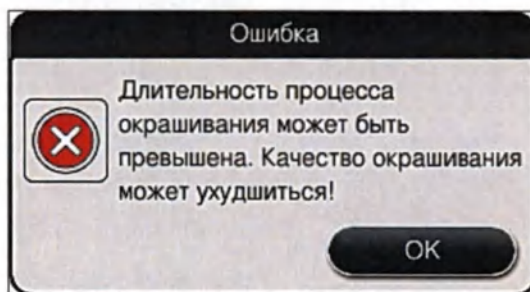

Рис. 107
1. После подтверждения этого информационного сообщения пользователь получает информацию о возможном превышении периодов окрашивания, то есть о том, что отдельные стойки уже слишком долго находятся в реактиве при определенных обстоятельствах или в критической станции, результатом чего может стать ухудшение качества окрашивания. Подтвердите это информационное сообщение (→ "Рис. 107") нажатием кнопки **ОК** для возобновления.